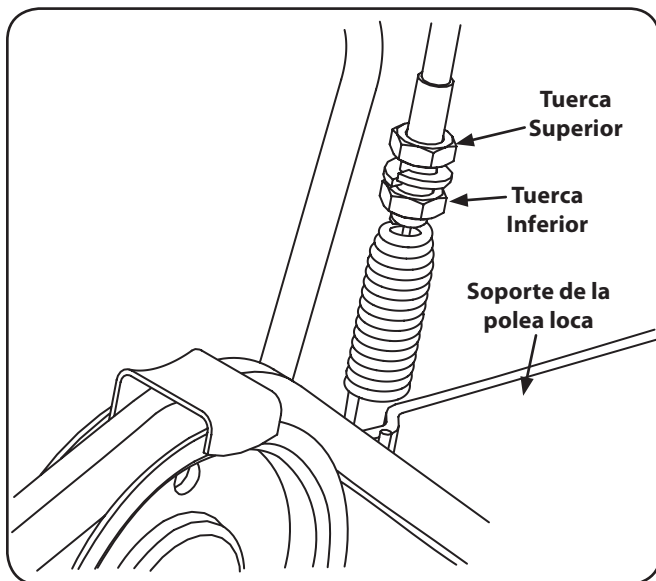

Figura 1-3
2. Localizar el muelle en el extremo del cable. Ver Figura 1-3.